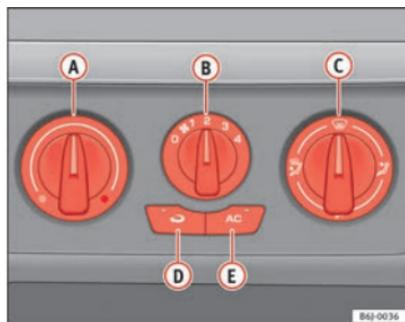

Fig. 105 Mandos del Aire Acondicionado en el tablero de instrumentos
- Con los reguladores \Rightarrow fig. 105 A y C y con el mando B se regula la temperatura, la velocidad del ventilador y la distribución del aire.